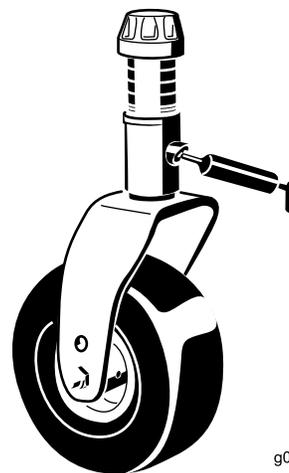

Рисунок 65
- Втулки валов вилок поворотных колес (2 шт.) (Рисунок 65)